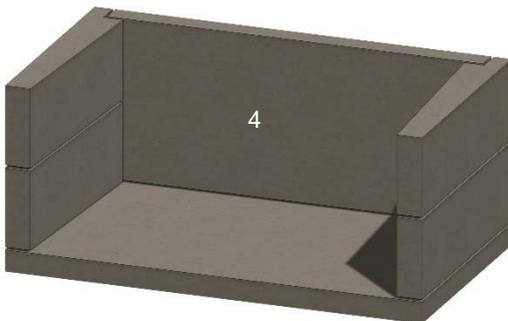

Figure 11. Plaque arrière
E. Installez la plaque arrière (4). Voir la figure 11.